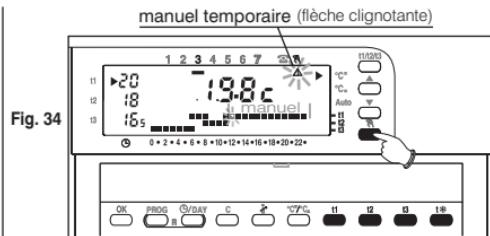

Fig. 34
- Appuyer rapidement sur la touche ⚡ : la flèche ▲ apparaît en clignotant, sous le symbole ⚡ et le niveau de température en cours est appliqué à toutes les heures restantes de la journée (fig 34).